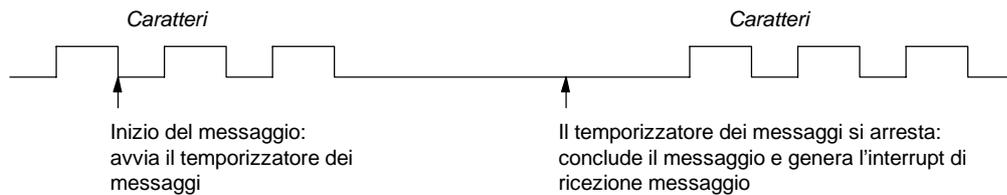

Figura 6-13 Utilizzo del temporizzatore dei messaggi per concludere l'operazione Ricevi
3. *Temporizzatore messaggi*: il temporizzatore conclude il messaggio in un momento prestabilito dopo l'inizio del messaggio. Il temporizzatore si avvia non appena vengono soddisfatte le condizioni di inizio impostate per la funzione di ricezione messaggio. Il temporizzatore si arresta quando supera il numero di millisecondi specificati in SMW92 o SMW192 (vedere la figura 6-13).